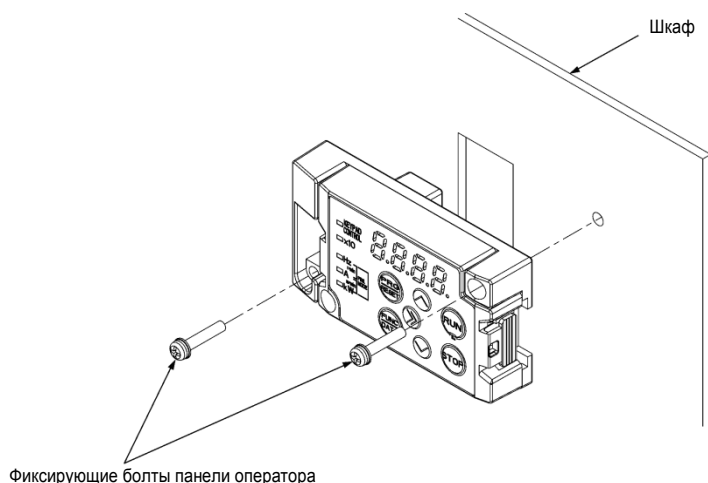

Рисунок 2.3-7 Установка панели оператора
- (4) Закрепите панель оператора на дверце шкафа с помощью 2 фиксирующих болтов задней крышки панели. (См. рисунок 2.3-7) (момент затяжки: 0,7 Н·м (6,2 фунта·дюйм))